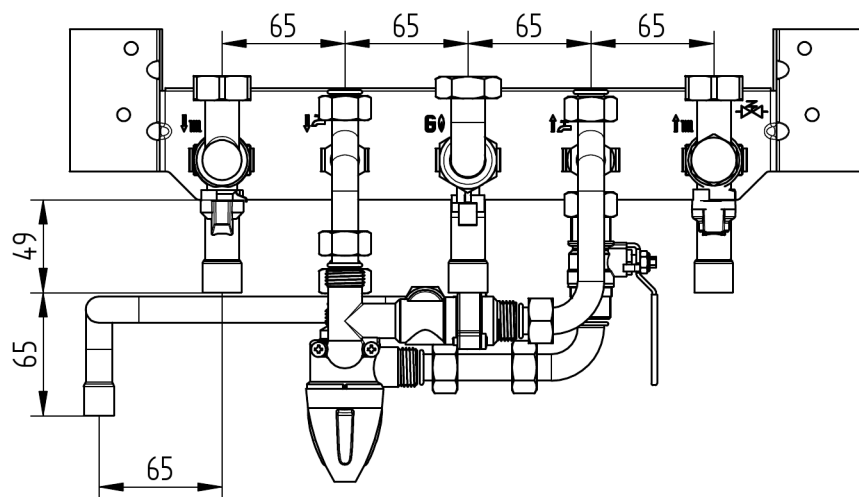

Fig. 2A
- Connecter l'appareil au système solaire (sortie eau chaude ballon solaire), l'alimentation d'eau froide et le départ d'eau chaude (suivant figure 2A–2B) en utilisant les tuyauteries et les joints fournis dans le colis.